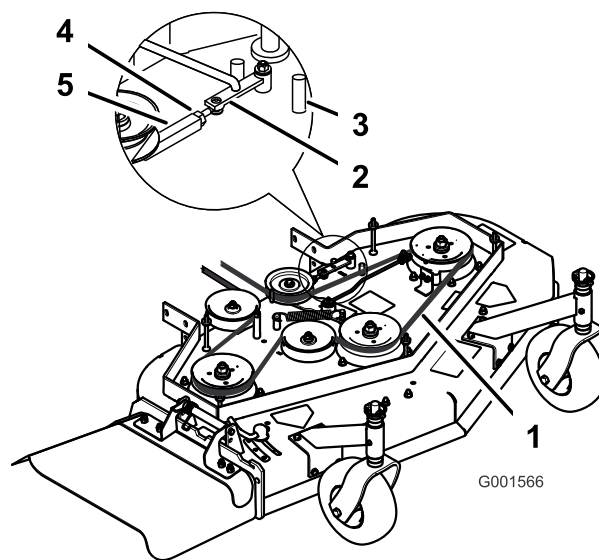

Figure 50
3. Desserrez le contre-écrou sur le tendeur (Figure 50).
4. Tournez le tendeur vers l'arrière du tablier de coupe pour augmenter la tension sur la courroie. Tournez le tendeur vers l'avant du tablier de coupe pour réduire la tension sur la courroie (Figure 50).